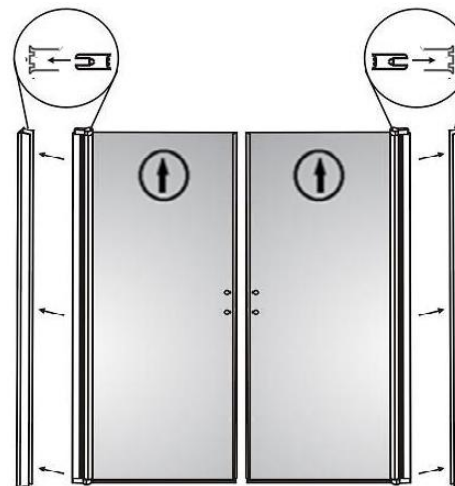

Рис.4
4. Вставьте вертикальный профиль с петлей /2/ в установленный слева пристенный профиль /1/. Вставьте второй вертикальный профиль с петлей /2/ в пристенный профиль /1/, установленный справа (рис.4).